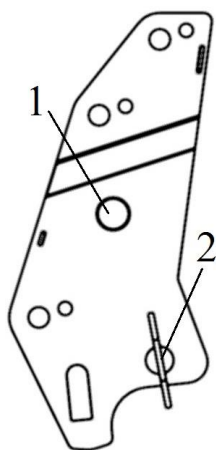

Рисунок 9 – Стойка:
Стойка (см. рис. 9) представляет собой сварную конструкцию, состоящую из двух кронштейнов и соединенные между собой бобышкой поз. 1, при помощи которой фиксируется подъемное устройство на панель навески. Фиксатор поз. 2 предназначен для жесткой фиксации навесного и подъемного устройства.
- 4) работа агрегата с незафиксированной чекой фиксатором (см. рис. 9 поз. 2);